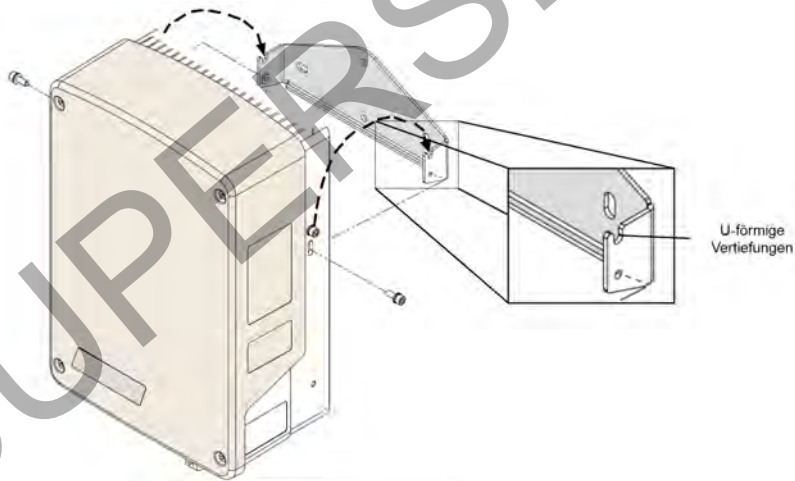

Abbildung 7: Einhängen des Geräts in die Halterung
5. Senken Sie das Gerät in die U-förmigen Vertiefungen herab. (siehe *Abbildung 7*).